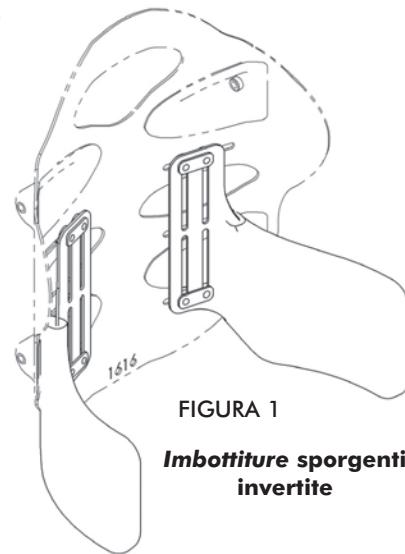

FIGURA 1
1. I SUPPORTI LATERALI POSSONO ESSERE MONTATI CAPOVOLTI SUI LATI OPPosti PER OFFRIRE UN SOSTEGNO NELLA PARTE INFERIORE - VEDI FIGURA 1